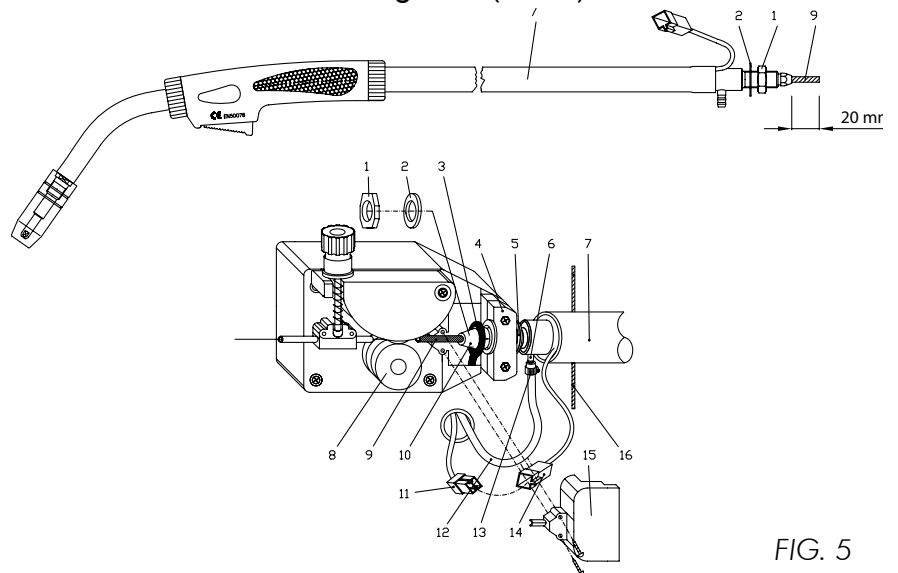

FIG. 5
4.3 ПОДКЛЮЧЕНИЕ ГОРЕЛКИ – ШТЫРЕВОЕ ПОДКЛЮЧЕНИЕ (FIG. 5)
- Înainte de fixarea ansamblului furtunului arzătorului (7) la mașină, îndepărtați piulița (1) și șaiba (2). Apoi, măsurați lungimea manșonului de la piulița din alamă (10). Această valoare trebuie să fie de maxim 20 mm și trebuie ajustată cu atenție la această lungime prin folosirea unui clește patent cu tăiș lateral sau ceva asemănător asigurându-vă că nu există bavuri sau muchii ascuțite care pot împiedica înaintarea cablului atunci când este fixat.
- Alimentați cu atenție ansamblul furtunului (7) prin orificiul prevăzut la partea frontală a aparatului de sudare, având grijă să alimentați în același timp conectorul electric (14). Apoi conectați-le la mecanismul de avans al sârmei. Apoi introduceți și inelul terminal cu filet (3), borna cablului de alimentare cu energie, șaiba (2) și șurubul pe piuliță (1) și strângeți.
- Montați capacul din plastic (15) peste ansamblul consolei (4) fixându-l cu cele două șuruburi autofiletante furnizate.
- Racordați furtunul de gaz (12) la niplul furtunului de gaz (6) fixându-l cu clemele de furtun furnizate (13).